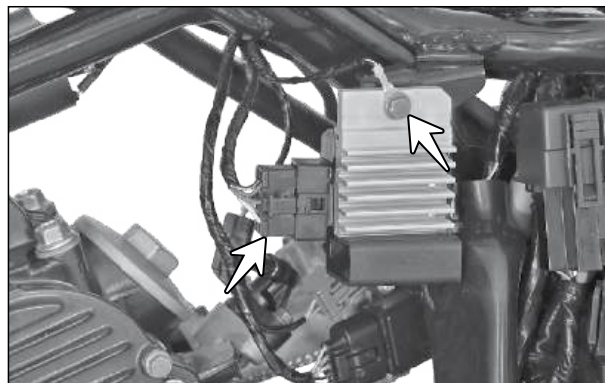

Fig. 3.25
- Desconecte cuidadosamente o conector do regulador/retificador (seta). (Fig. 3.25)
- Remova o parafuso M6x20 (seta) de fixação do terminal olhal do aterramento, em seguida, remova o regulador/retificador. (Fig. 3.25)